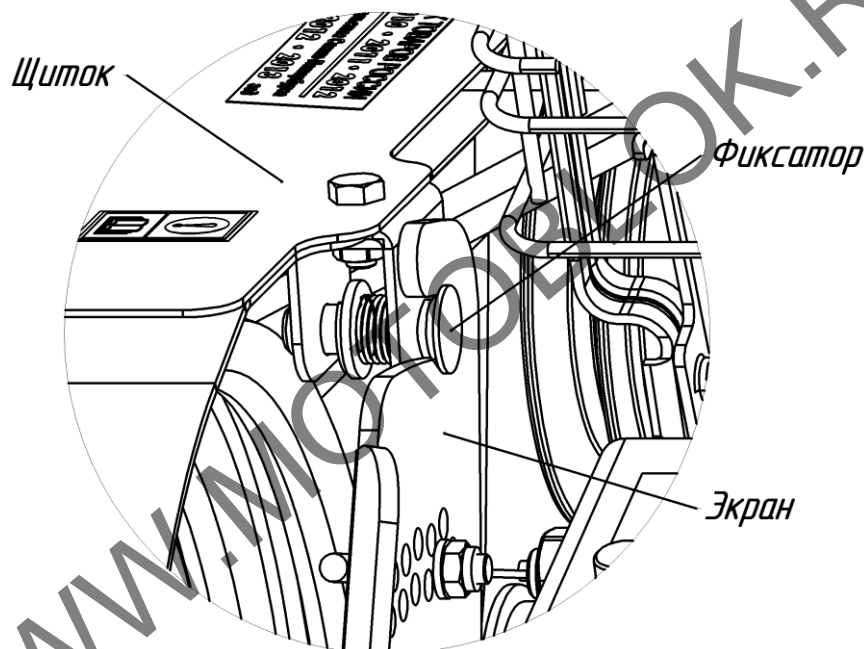

Рис.5 Схема крепления щитка со стороны ведомого шкива
– опускать щиток таким образом, чтобы фиксатор зашел в паз на экране мотоблока (рис.5);